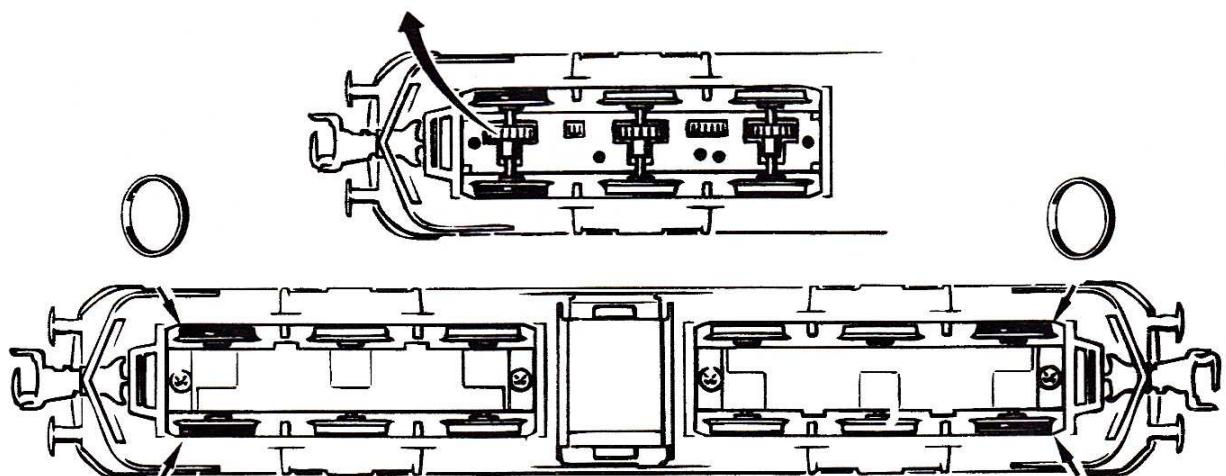

Fig. 9
1. Nettoyage des lames de contact aux roues: Les lames de contact risquent de s'encaisser rapidement sur des voies poussiéreuses. Veuillez enlever la poussière aux endroits marqués à la fig. 9 à l'aide d'un petit pinceau souple après avoir démonté la caisse de la locomotive (fig. 3).
Les lames de contact risquent de s'encrasser rapidement sur des voies poussiéreuses. Veuillez **enlever la poussière** aux endroits marqués à la fig. 9 à l'aide d'un petit pinceau souple après avoir démonté la caisse de la locomotive (fig. 3).